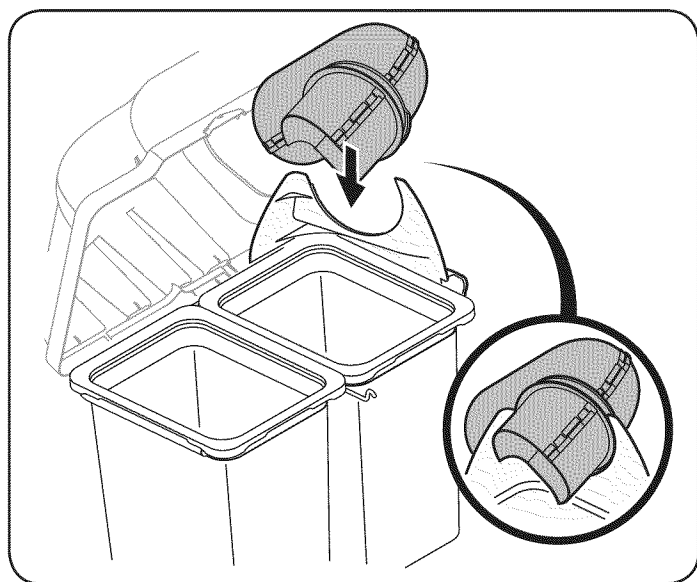

Figura 25
8. Con la cubierta de la embolsadora abierta, gire el tubo del canal superior en posición de manera tal que el canal se apoye en el soporte del canal superior. Vea la Figura 25.